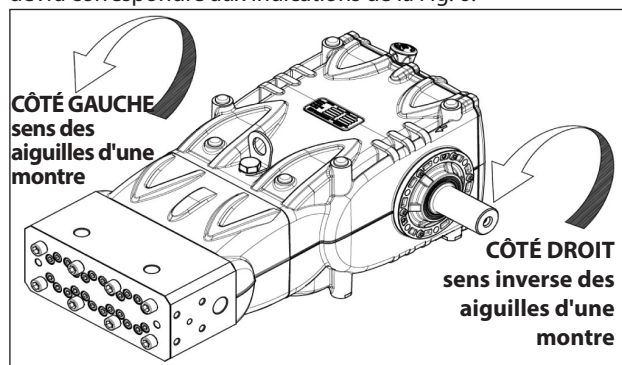

Fig. 6
Le sens de rotation est indiqué par une flèche présente sur le carter, à proximité de l'arbre de prise de mouvement. En se plaçant face à la culasse de la pompe, le sens de rotation devra correspondre aux indications de la Fig. 6.
N.B. La version représentée sur la Fig. 6 est celle de droite.